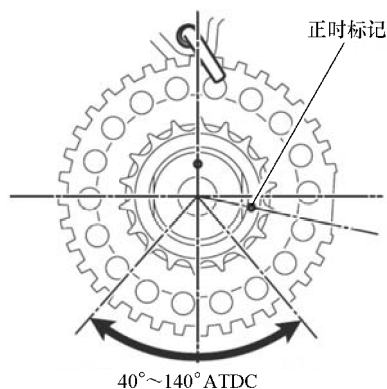

图 11-11 设置曲轴位置
- ② 设置曲轴的正时标记位于上止点后（ATDC） $40^{\circ} \sim 140^{\circ}$ ，如图 11-11 所示。